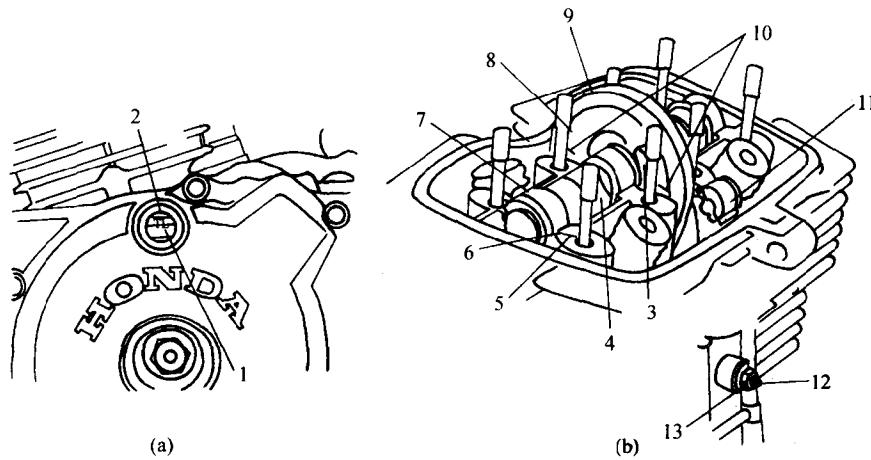

图 1-11 本田 CB125T、本田 CM125、嘉陵·本田 JH125F 配气机构配气正时的安装
(4) 双缸并列单顶置凸轮轴式配气机构的安装方法(以本田 CB125T、本田 CM125、嘉陵·本田 JH125F 为例)。将磁电机飞轮上的“TL”刻线对准左曲轴箱盖的检查孔上的标记[图 1-11(a)],同时也使正时从动链轮上的 2 个短刻线与凸轮轴轴承座孔的剖分面重合[图 1-11(b)],再将时规链条装入正时从动链轮上,然后把正时从动链轮安装在凸轮轴的凸缘上,并对准凸轮轴和正时从动链轮上的螺纹孔,用螺栓将正时从动链轮固定,即可保证配气正时。